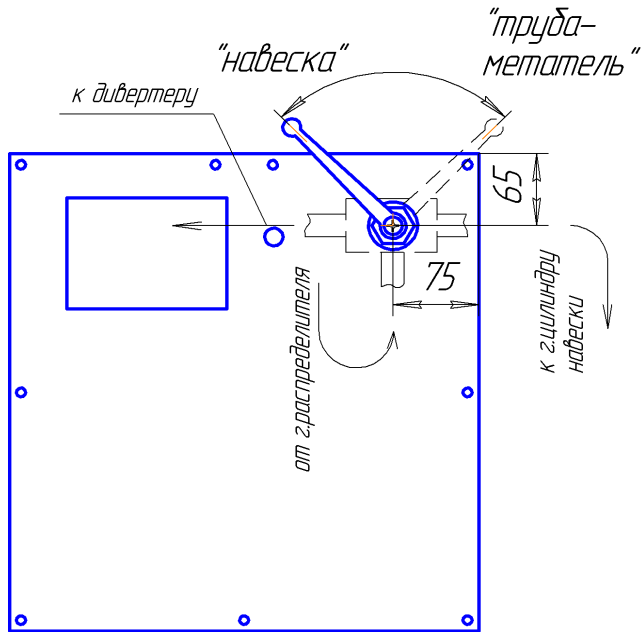

Рисунок 5.
- в крышке по указанным размерам на схеме (рис. 5) просверлить отверстие $\varnothing 23$ мм;